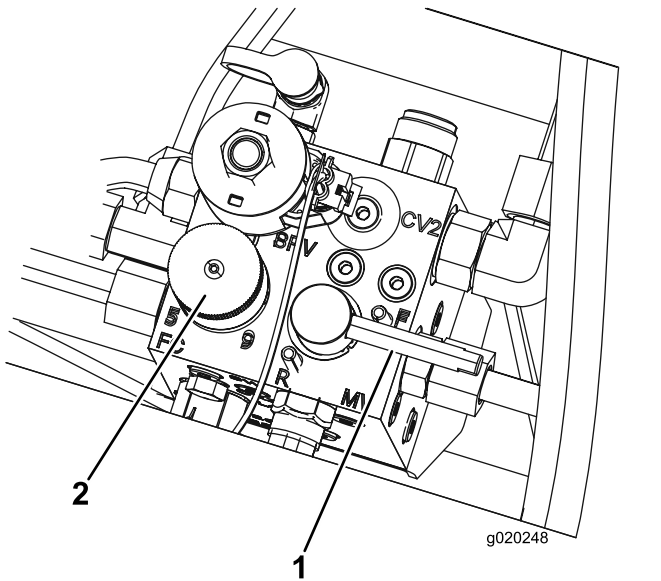

图 80
5. 将滚刀速度控制杆设置为位置 1 图 80。
6. 将倒磨控制杆移至 R 倒磨位置 图 80。